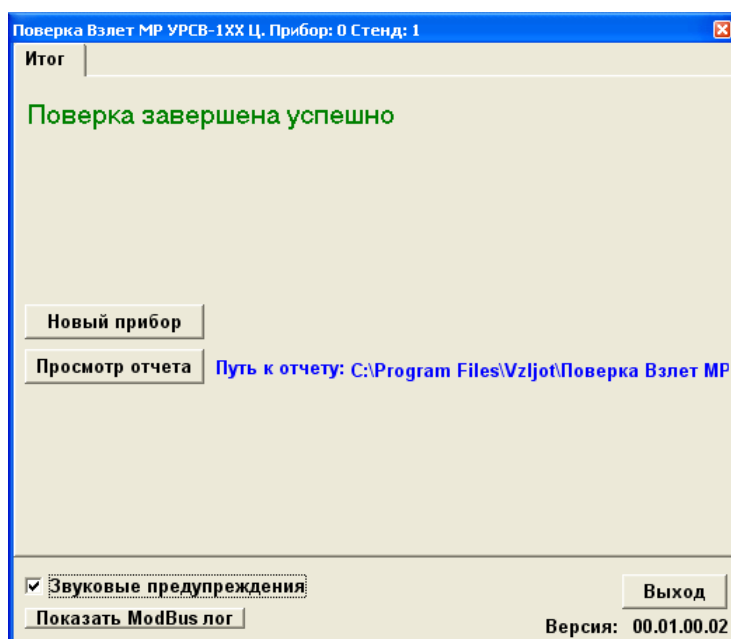

Рис.49. Сообщение об успешном завершении поверки
- 2.7.8. По завершению поверки, если погрешности измерения расхода и объема находятся в пределах нормы, на мониторе ПК появится сообщение (рис. 49):